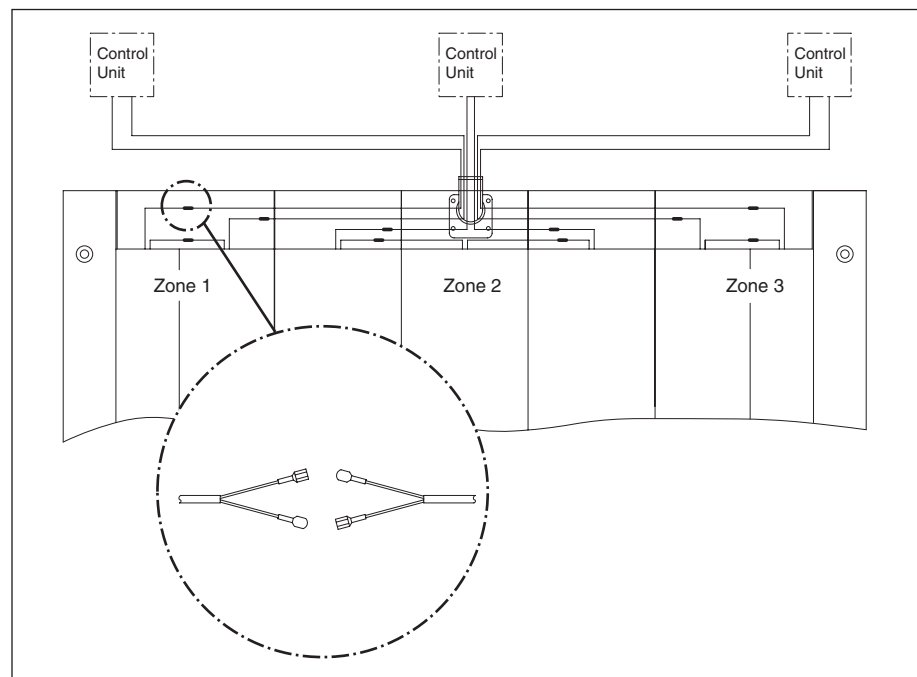

Abb. 5-9: Verdrahtungsplan
1. Trittschalter nach dem Verdrahtungsplan miteinander verdrahten (siehe Abb. 5-9, S. 13). Beachten Sie dabei Folgendes: